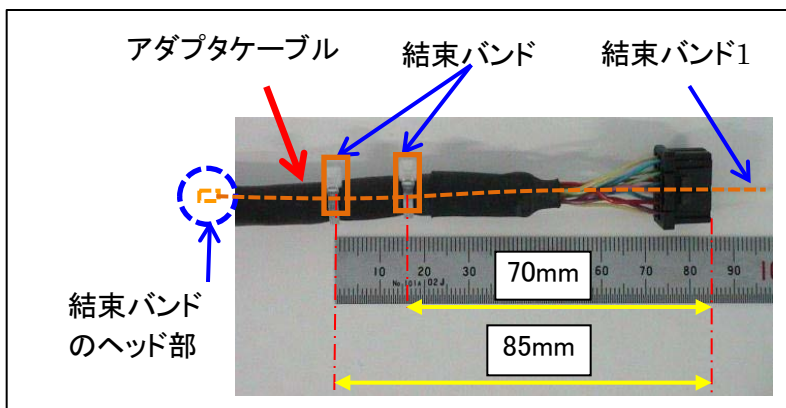

図1: センサケーブル(コントローラ接続側)コネクタ部処理要領図
- (1) 図1のように、センサケーブル(コントローラ側)コネクタ端面から85mmと70mmのところアダプタケーブルと結束バンド(1本)を結束バンド(2本)で縛ります。